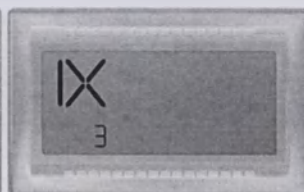

Рис.4.3
- 3 – режим «СТАТИСТИКА» (рис.4.3);